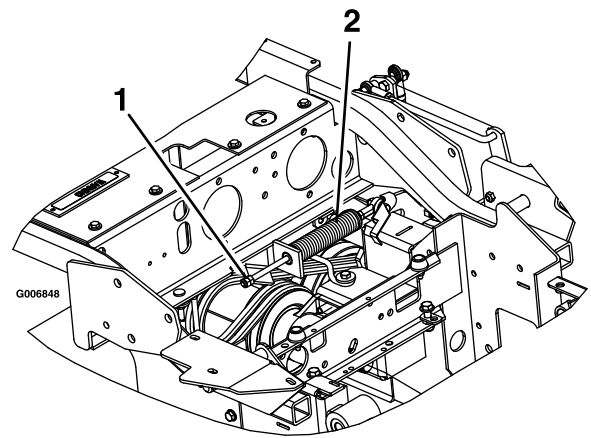

Figura 67
3. Individuate la molla del freno e inserite i 2 controdadi sull'estremità dell'asta della molla del freno (Figura 67).